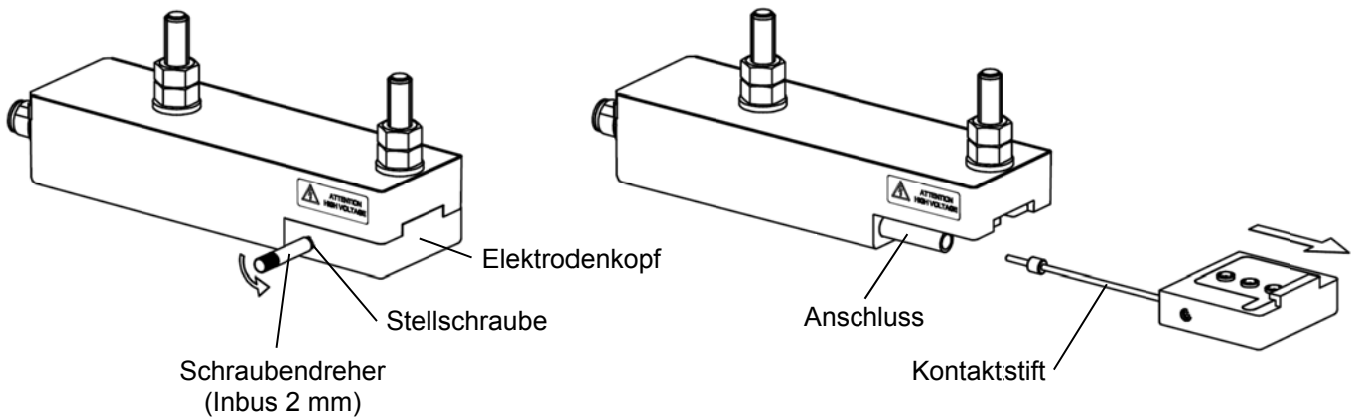

Abbildung 6, Elektrodenkopf ersetzen
- 2 Schieben Sie den Elektrodenkopf vom *Perfomaster* ab (siehe Abbildung 6).